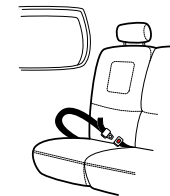

Figure 37
- Ceinture sous-abdominale réglable manuellement (voir **Figure 37**) – Sa longueur peut être réglée manuellement. Ne se rétracte pas dans le véhicule.